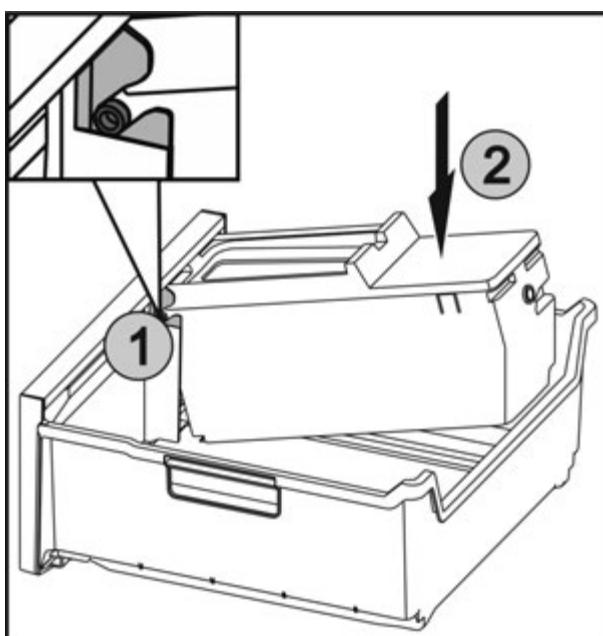

Fig. 39
- Вставити осі Fig. 39 (1) на EasyTwist-Ice у напрямні та натискати на задню сторону Fig. 39 (2) до фіксації накладки.